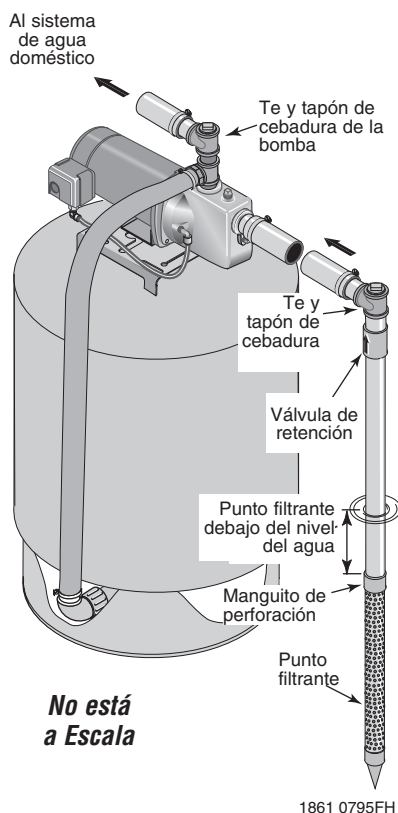

Figura 1: Instalación del punto filtrante
INSTALACION DEL PUNTO FILTRANTE (Figura 1)
- Paso 3. Utilice la menor cantidad de conexiones posible (especialmente codos) al conectar la tubería desde el punto filtrante a la abertura de aspiración de la bomba. La tubería de aspiración debe ser por lo menos del mismo tamaño que la abertura de aspiración en la bomba (incluya una válvula de retención si su bomba no viene equipada con una - consulte la Figura 1). Apoye la tubería para que no hayan inclinaciones verticales ni hundimientos en ella a fin de que no ejerza presión sobre el cuerpo de la bomba y que no se incline ligeramente hacia arriba desde el pozo hacia la bomba (los puntos altos pueden resultar en la formación de bolsas de aire que pueden bloquear la bomba). Sellar las juntas de la tubería de aspiración con cinta selladora de PTFE para roscas de tubería. Las juntas deben ser herméticas y estancas. *Si la tubería de aspiración puede aspirar aire, la bomba no podrá extraer agua del pozo.* Si un punto filtrante no proporciona suficiente agua, considere la posibilidad de conectar dos o tres puntos filtrantes a una tubería de aspiración.